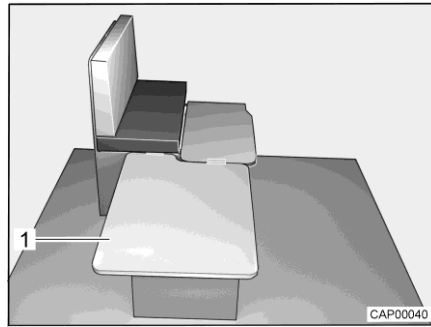

Bild 51 Während des Umbaus
- Einlegebrett (Bild 51,1) seitlich an der Sitzbank einhängen und auf den Tisch legen.